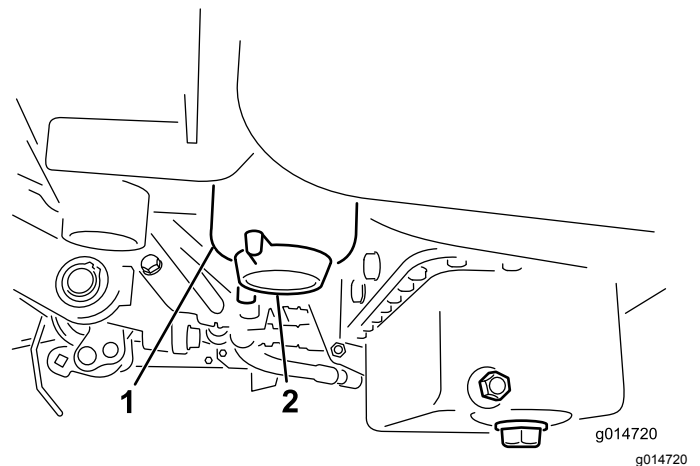

図 46
2. フィルタ容器 (図 46) の周辺をウェスできれいにぬぐう。
4. フィルタのドレンプラグを開く 図 46。